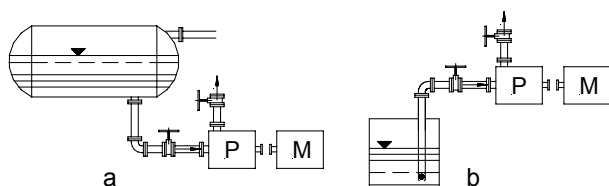

Рис. 7: Монтаж на трубопроводе.
- В режиме всасывания следует использовать клапан на заборном конце (Рис. 7).